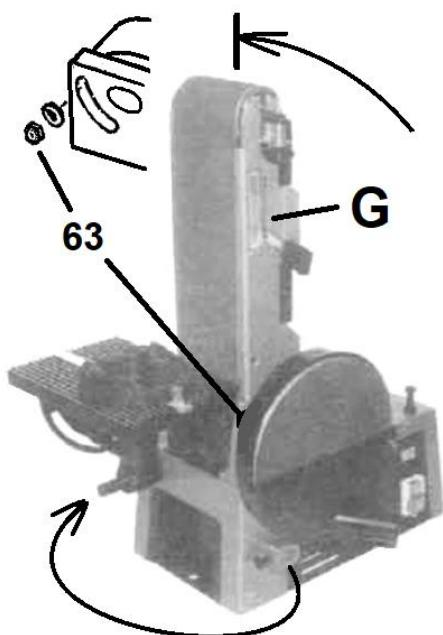

Figure 8-1: Fonctionnement vertical
- Desserrez l'écrou (63, Fig. 8-1), positionnez le bras (G) dans la position verticale. Montez la table. Réglez un angle de 90° entre la table et le bras. Resserrez l'écrou (63) pour fixer le bras.